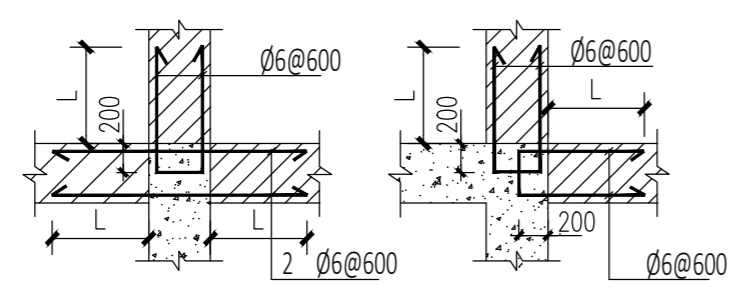

图 4.2
- (1)当填充墙与构造柱或剪力墙相连时，L取墙长的1/5和 700的较大值，见图 4.2；
- (2)当填充墙与框架柱相连时，六度区同与构造柱相连，七度及以上地区拉结筋沿墙全长贯通；
- (3)墙长≤1.5m时，拉结筋沿墙全长贯通，并于末端设置直钩 (10d)；
- (4)遇到门窗洞口时，伸至洞边，并于洞边设置直钩 (10d)；